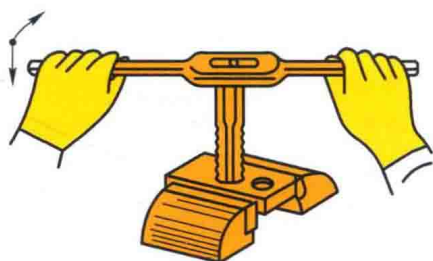

图 1-4 丝锥做自然旋进切削
(4) 当丝锥的起削刃切进后,两手不必再施加压力,丝锥可随绞杠的旋转做自然旋进切削。此时,两手旋转用力要均匀,要经常倒转 $1/4 \sim 1/2$ 圈,使切屑碎断后容易被排除,避免因切屑阻塞使丝锥卡住,如图 1-4 所示。
(5) 攻螺纹时,必须按头锥、二锥、三锥的顺序攻削至标准尺寸。换用丝锥时,先用手将丝锥旋入已攻出的螺孔中,待手转不动时,再装上绞杠继续攻螺纹。
(6) 攻不通孔时,应在丝锥上做深度标记。攻螺纹时,要经常退出丝锥,排除切屑。